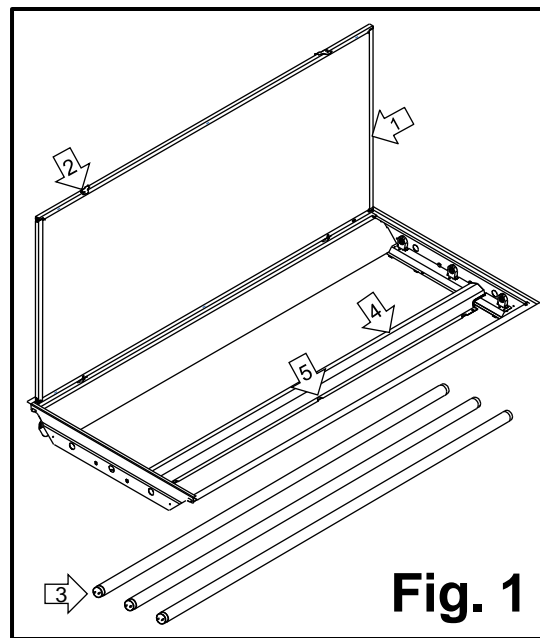

Fig. 1
2. Abra la **puerta** (#1) girando los dos **pestillos de leva** (#2) [Fig. 1] .
3. Retire las **lámparas** (#3) a partir del material de envasado y ponerlas en un lugar seguro [Fig. 1] .
4. Retire la **cubierta del cable** (#4) apretando y soltándolo de las **lengüetas de bloqueo** (#5) [Fig. 1] .
11. Desde abajo del techo , abra la **puerta** (#1) y vuelva a colocar la **cubierta del cable** (#4) apretando en las **lengüetas de bloqueo** (#5) [Fig. 1].
13. Cierre la **puerta** (#1) con los dos **pestillos de leva** (#2) [Fig. 1].